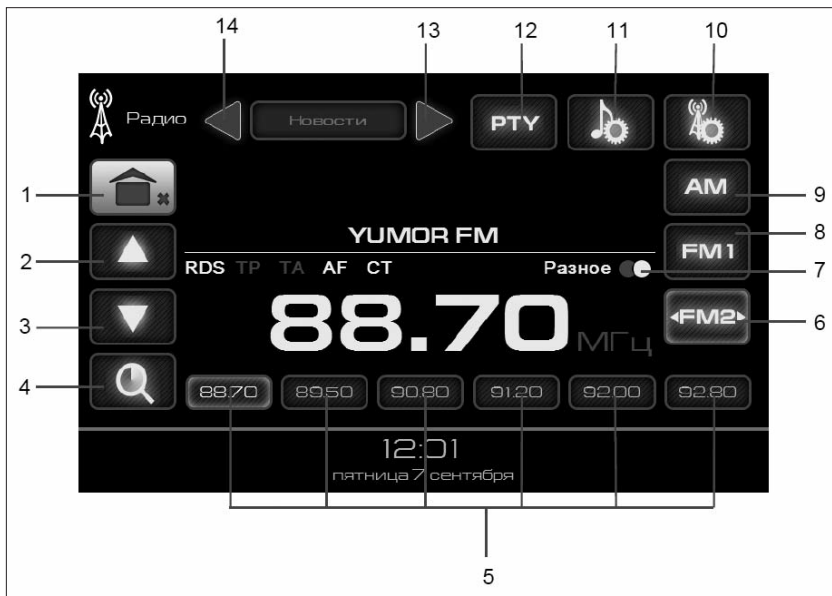

Рис. 3. Окно режима «Радио»
Кнопки **AM**, **FM1**, **FM2-FM4** (рис. 3) позволяют выбрать необходимый диапазон работы:
Длительное удерживание кнопки **1** (рис. 3) приводит к выходу в главное меню с выключением звука радиоприемника. Короткое нажатие кнопки **1** (рис. 3) позволяет перейти в главное меню, не выключая **Радио**.
Для включения автоматической настройки (автопоиска) вверх (вниз) по частоте нажмите кнопку **▲** (2) или **▼** (3) (рис. 3) и удерживайте ее более 2-х секунд. После настройки на радиостанцию автопоиск прекратится.
Последовательным коротким нажатием кнопок **▲** (2) или **▼** (3) (рис. 3) установите требуемую частоту настройки.
Для включения автоматического сканирования и сохранения радиостанций нажмите и удерживайте в течение 2-х секунд кнопку **4** (рис. 3), после этого радиоприемник автоматически настроится на частоты восемнадцати станций и запомнит их. После сохранения радиостанций радиоприемник автоматически переключится в режим прослушивания первой сохраненной радиостанции.
в течение 2-х секунд одну из кнопок **5** (рис. 3). Переключение на сохраненную радиостанцию осуществляется коротким нажатием на одну из кнопок **5** (рис. 3).
При стереофоническом приеме на дисплее высвечивается символ **OO** кнопка **7** (рис. 3). Нажав кнопку **7** (рис. 3), можно принудительно переключить радиоприемник в **монорежим**.
Для выбора типа программ при приеме **RDS**-станций нажмите кнопку **PTY** (рис. 3). (После нажатия должна включиться подсветка кнопки **PTY**)\*. Кнопки **◀** (**13**) и **▶** (**14**) (рис. 3) позволяют выбрать тип программы, которая будет использоваться в режиме автоматического поиска радиостанции.
Для автоматического поиска радиостанции, передающей выбранный тип программы, нажмите и удерживайте в течение 2-х секунд кнопки ▲ (2) или ▼ (3) на рис. 3.
Для выключения автоматического поиска по типу станции нажмите кнопку **PTY** (рис. 3).